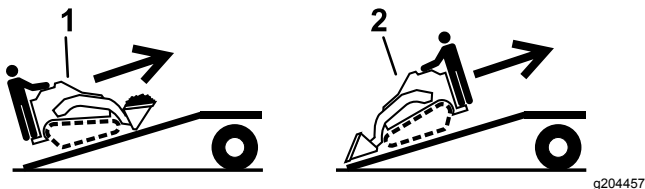

Рисунок 28
5. Погрузку машины на прицеп следует производить более тяжелой частью вверх по наклонному въезду, при этом грузы должны быть опущенными (**Рисунок 28**).